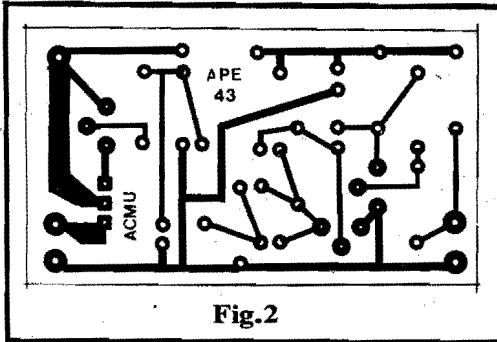

Fig. 2
- FIG. 2 - O CIRCUITO IMPRESSO - "Simplinho, simplinho", o **lay out** específico do Circuito Impresso para a montagem da ACMU poderá ser efetivado sem grandes problemas ou complicações... O Hobbysta tarimbado pode realizá-lo com uma mão amarrada às costas, mas, para benefício dos "começantes", vamos dar algumas "dicas" e sugestões:
- Recortar (ou tirar "xerox") a fig. 2, fixando-a com fita adesiva, sobre a face cobreada do fenolite.
- Remover o papel da placa e, guiando-se pelas marquinhos de posicionamento das ilhas, fazer um "rascunho" da traçagem das pistas ou trilhas, usando um lápis, sempre baseando-se na fig. 2